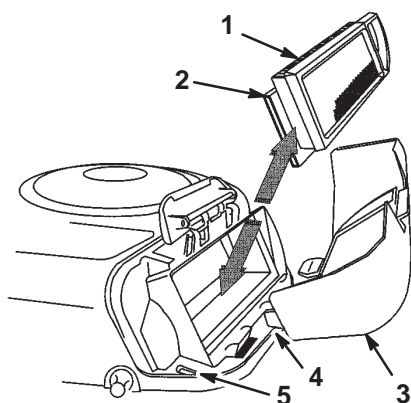

Figure 22
8. Sortez avec précaution les éléments en papier et en mousse du carter de soufflante (Fig. 22).
2. Placez les languettes du couvercle du filtre à air en face des fentes du carter de soufflante (Fig. 22).